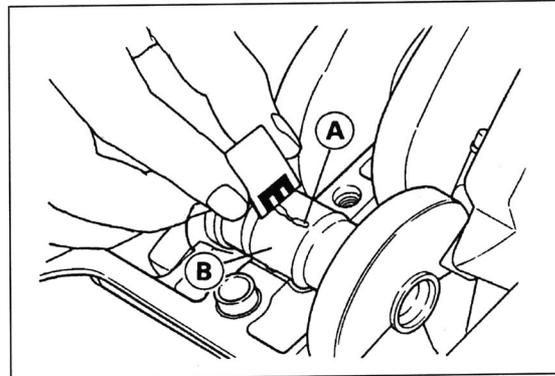

Bild 249
- Mit Plastigage-Skala Breite des Mess-Streifens bestimmen und so Lagerspiel feststellen (Bild 249). Sollmass 0,020 – 0,050 mm; Verschleissgrenze 0,090 mm.